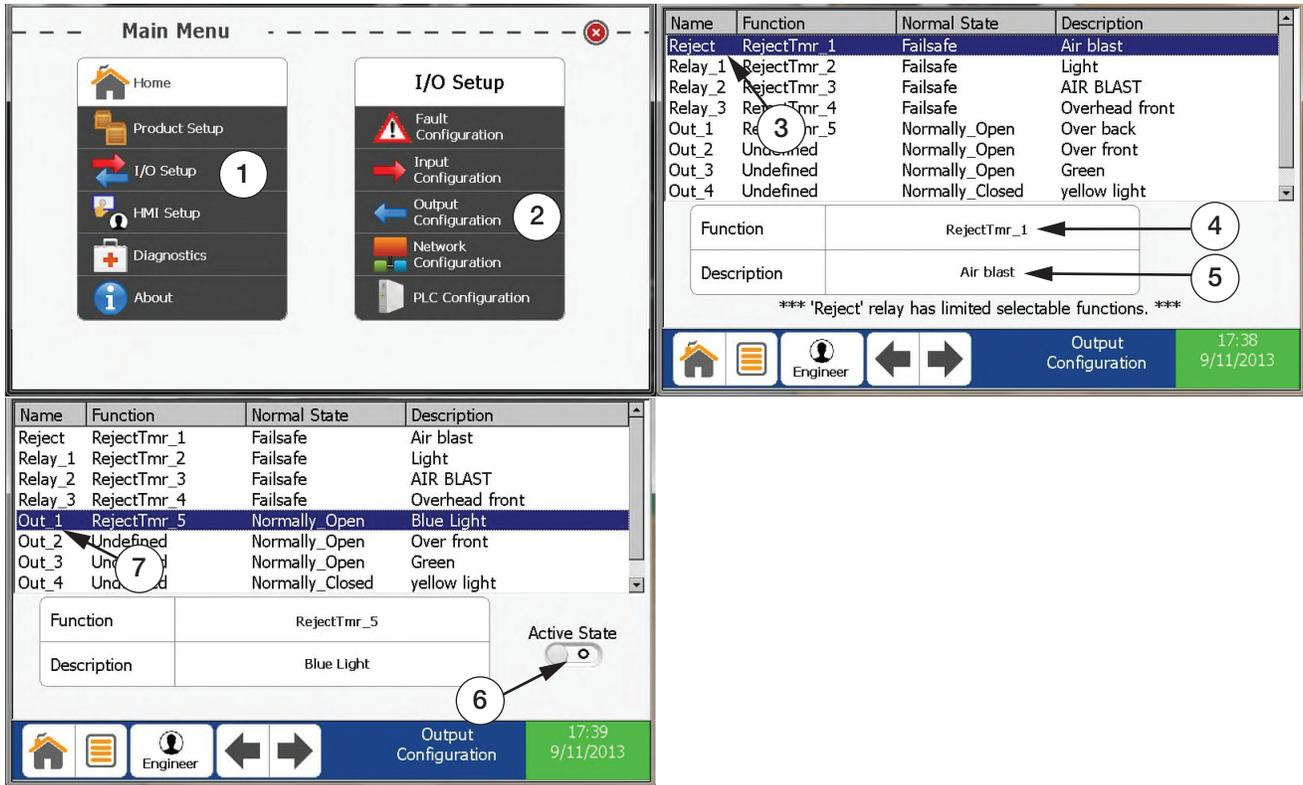

Figura 4-12. Instalación del Dispositivo de Salida
**Las salidas 1-5 son relevadores de estado sólido y no son a prueba de error (Ver punto 7, Figura 4-12.**